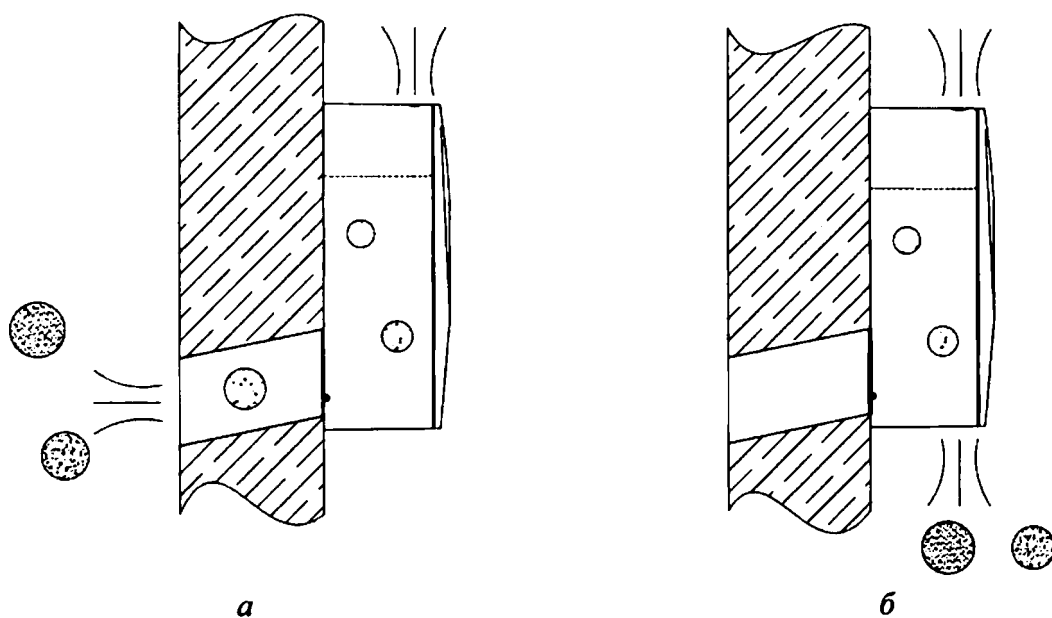

Рисунок 1.3 – Принцип работы прибора:
1.3.4.1 При работе в режиме притока (рисунок 1.3, а) воздух забирается с улицы с помощью встроенных вентиляторов, обрабатывается (нагревается, очищается) и подается в помещение через выходную распределительную решетку.
1.3.4.2 При работе в режиме рециркуляции (рисунок 1.3, б), при котором забор воздуха внутри помещения осуществляется с помощью встроенного вентилятора через входную распределительную решетку, а затем воздух очищается и подается в помещение через выходную распределительную решетку.